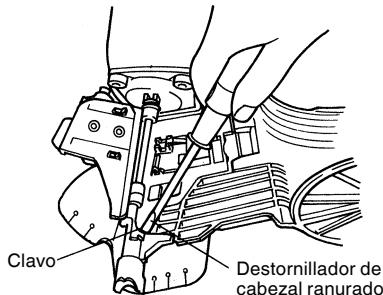

Fig. 19
- (2) Extraiga el clavo atascado con un destornillador de cabezal ranurado (Fig. 19).